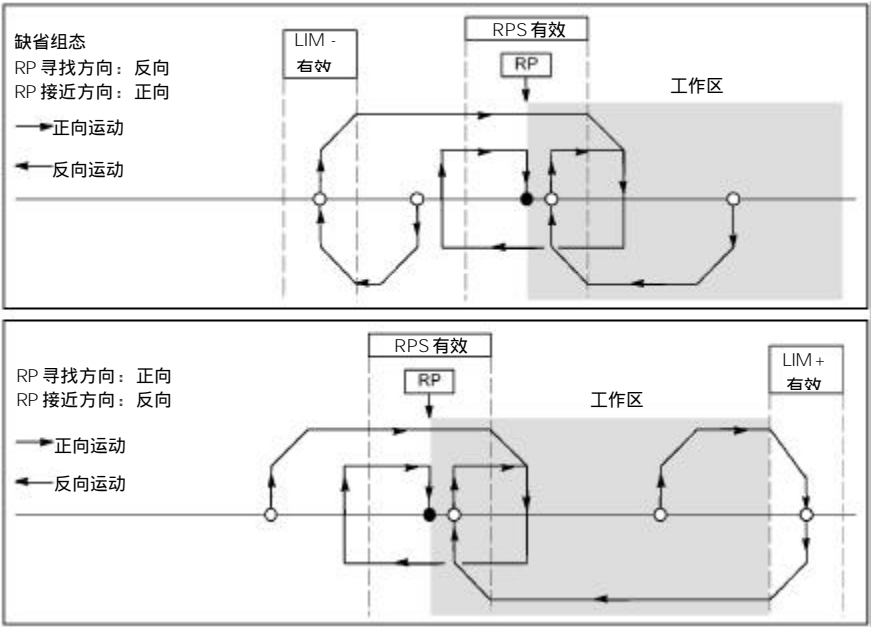

图 9-15 RP 寻找模式 2
- 图 9-15 所示是 RP 寻找模式 2 的选项。这种模式将 RP 定位在 RPS 输入有效区域的中央。